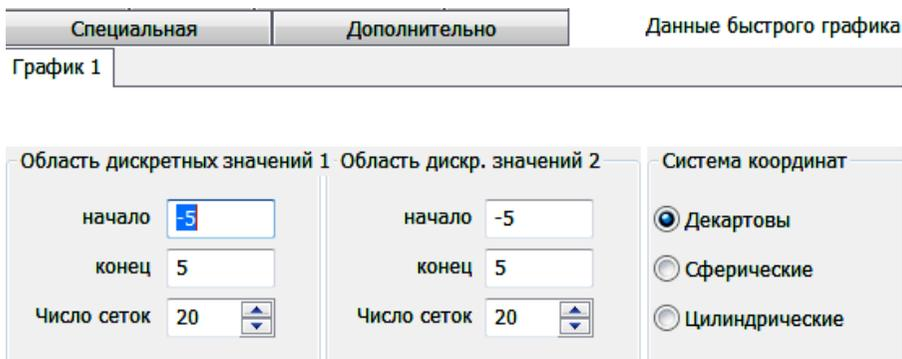

Рис. 4.12. Вид вкладки **Данные быстрого графика**
8) **Данные быстрого графика (QuickPlot Data)** – вкладка включает опции для форматирования параметрической 3D-диаграммы (рис. 4.12).